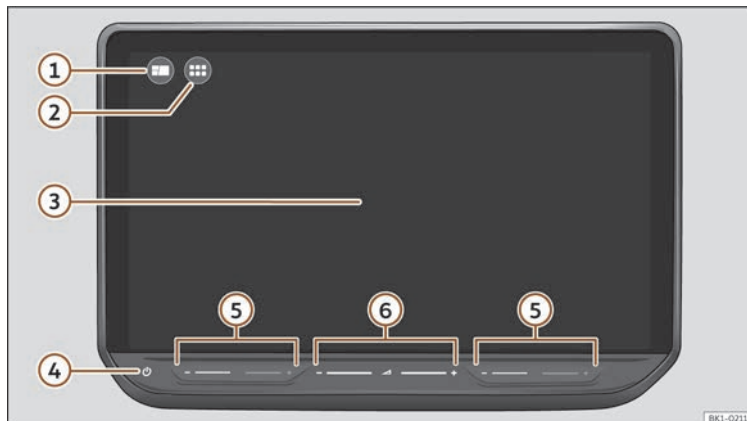

Fig. 175 Prezentare generală: unitate de comandă
Personalizați meniul din partea de sus sau meniul HOME >>> **fig. 175** ①, pentru a accesa rapid funcțiile favorite sau utilizate cel mai frecvent.